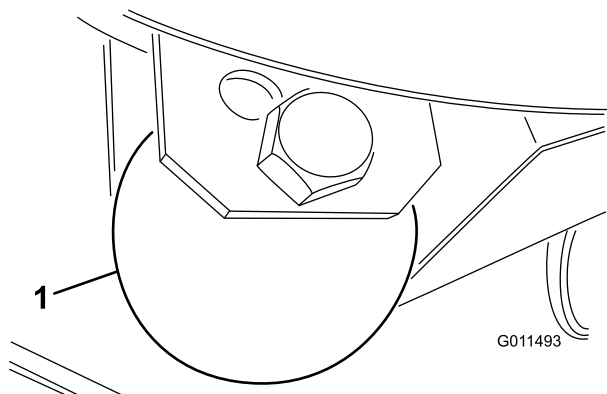

Figura 26
1. Retire el perno y la tuerca que fijan la rueda niveladora a los soportes de la unidad de corte (Figura 26).